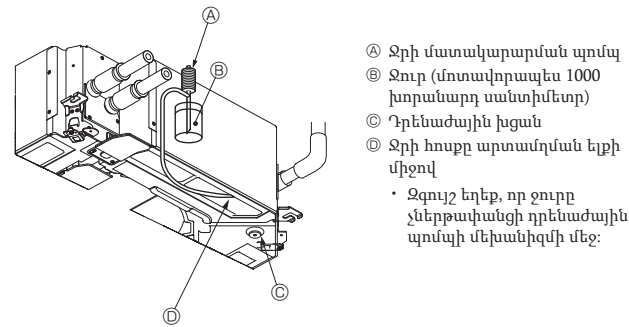

Fig. 7-6
7.4. Դրենաժի (ջրահեռացման) ստուգում (Fig. 7-6)